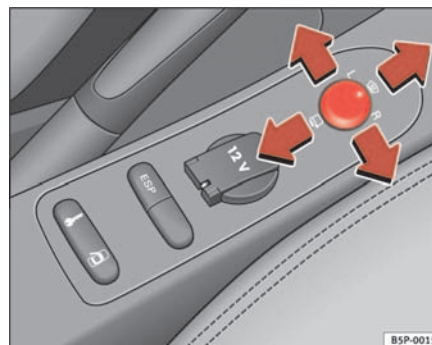

Abb. 89 Drehknopf für Außenspiegeleinstellung
1. Drehen Sie den Drehknopf ⇒ Abb. 89 in Stellung **L** (**linker Außenspiegel**).
- Drehen Sie den Drehknopf nach vorne auf die mittlere Stellung ⇒ Seite 130, Abb. 89 , damit die Heizung der Außenspiegel und die Funktion der beheizbaren Windschutzscheibe* im Bereich der Ruhestellung der Wischerblätter eingeschaltet wird ⇒ Seite 125.
- Drehen Sie den Drehknopf ⇒ Seite 130, Abb. 89 in Stellung , um die Außenspiegel anzuklappen. Sie sollten die Außenspiegel immer anklappen, wenn Sie eine automatische Waschanlage durchfahren, um Beschädigungen zu vermeiden.